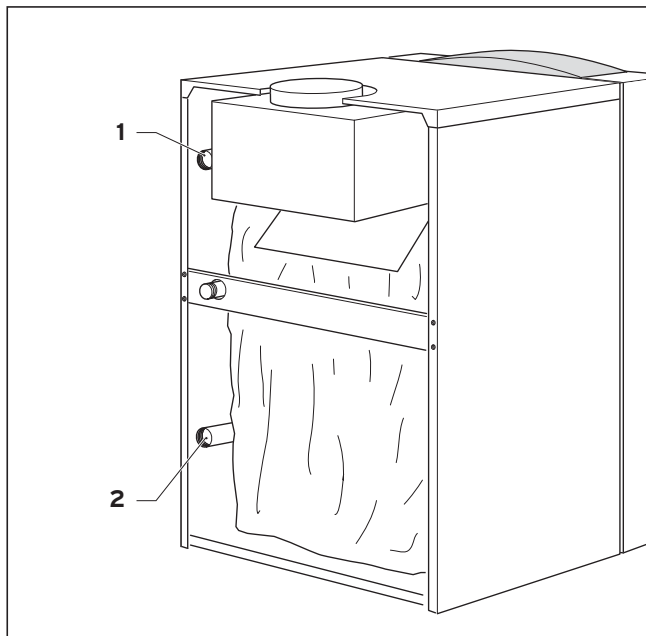

Рис. 4.1 Подключение к системе отопления
- Выполните монтаж подающей и обратной линий системы отопления в соответствии с данными, помещенными на рис. 4.1.